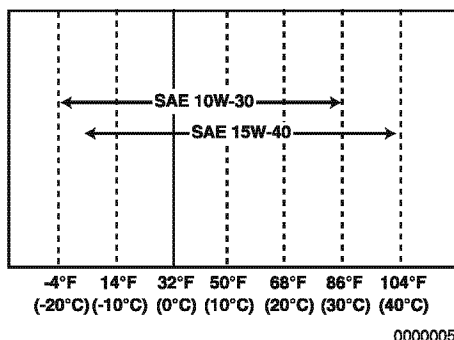

Figure 5
- Sélectionnez la viscosité de l'huile en vous basant sur la température ambiante de l'emplacement où le moteur sera utilisé. Reportez-vous au tableau de viscosité de température de service SAE (Figure 5).